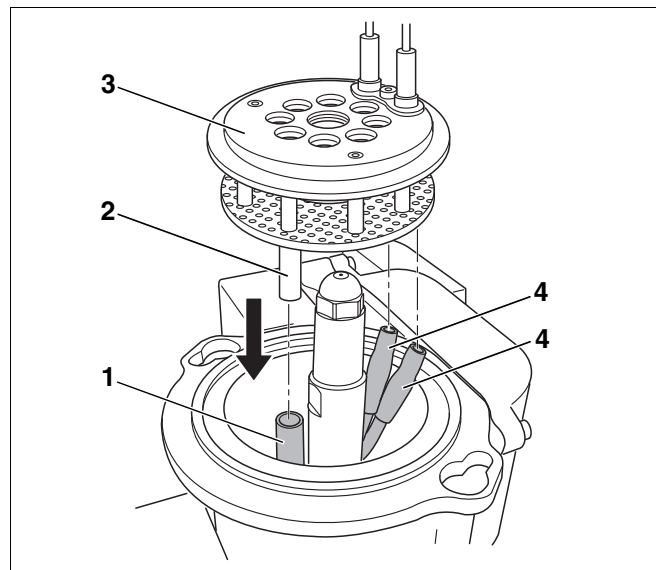

Рис. 30 Установка смесительной системы
- Снова установить смесительную систему (Рис. 30, **поз. 3**).
- Подсоединить провода к запальным электродам (Рис. 30, **поз. 4**).
- Установить вставную трубу (Рис. 30, **поз. 2**) в опорную (Рис. 30, **поз. 1**).